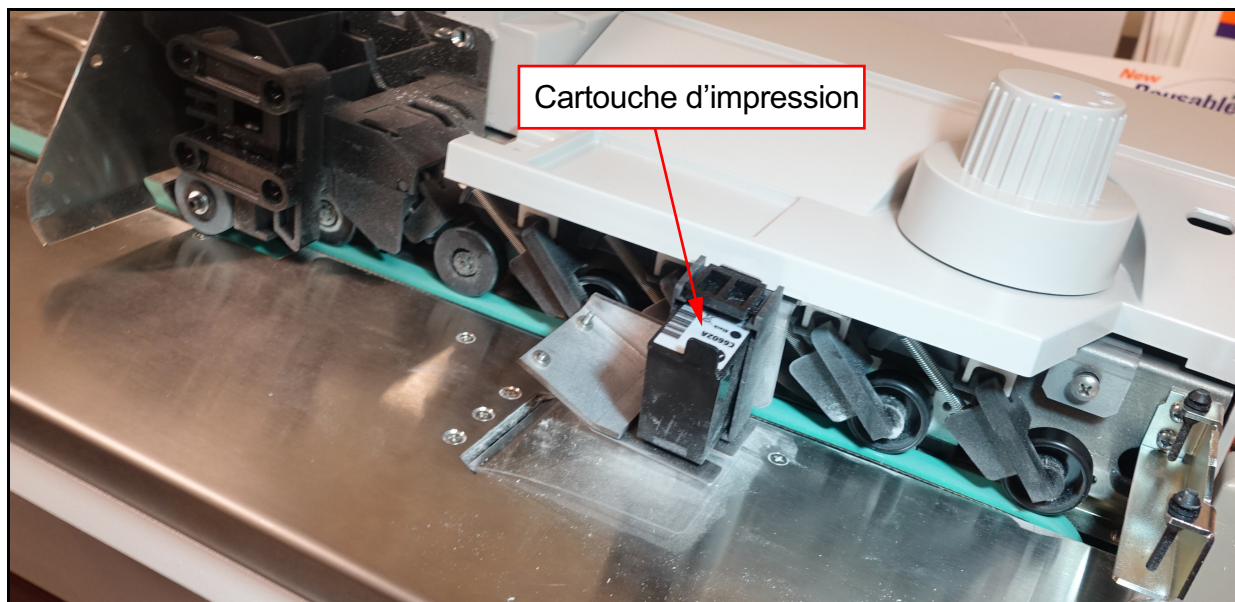

Figure 4-16 : Cartouche d'imprimante
2. Déposez le couvercle du bras de pincement (comme illustré en page 44) pour exposer la cartouche d'imprimante (Figure 4-16).